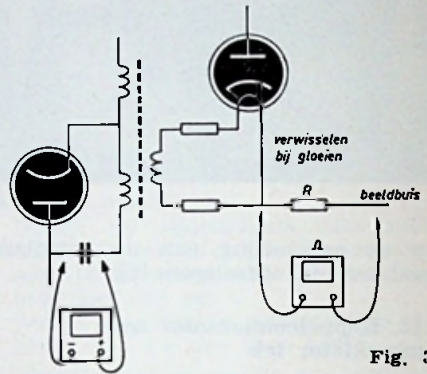

Fig. 38
k. Heeft men de storing nog niet gevonden, dan wordt het apparaat ingeschakeld en de spanning over de boostercondensator gemeten (fig. 38). Is deze in orde, dan kijkt men of de gloeidraad van de HS-diode gloeit, wisselt de HS-diode uit, en meet de HS-kabel en de weerstand in deze kabel door met de universelemeter.